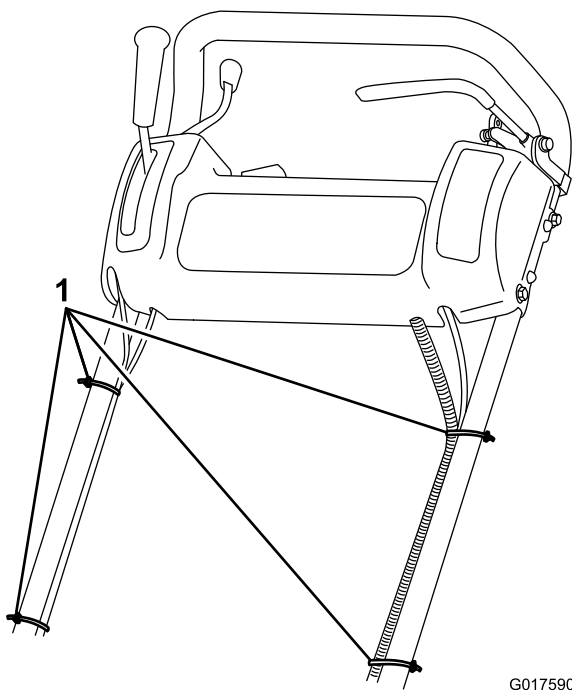

Figura 5
7. Sujete los cables y el arnés de cables al manillar con bridas (Figura 5).